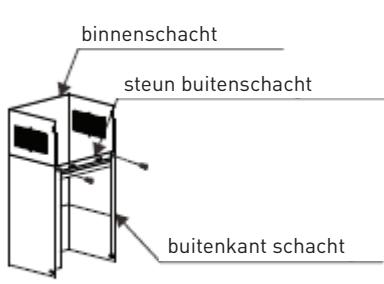
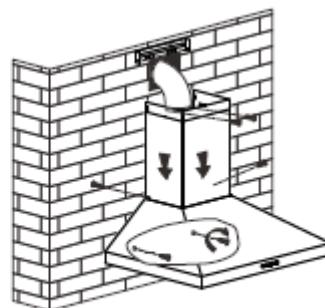

Afbeelding 3
Afbeelding 4
4. Plaat de convertor en de expansieleiding in de afzuigkap. Zie afbeelding 3. Plaats dan de afzuigkap op de haak en maak vast met 2 veiligheidsschroeven ST4*30 mm (zie afbeelding 4 en 6) (expansieleiding niet inbegrepen).